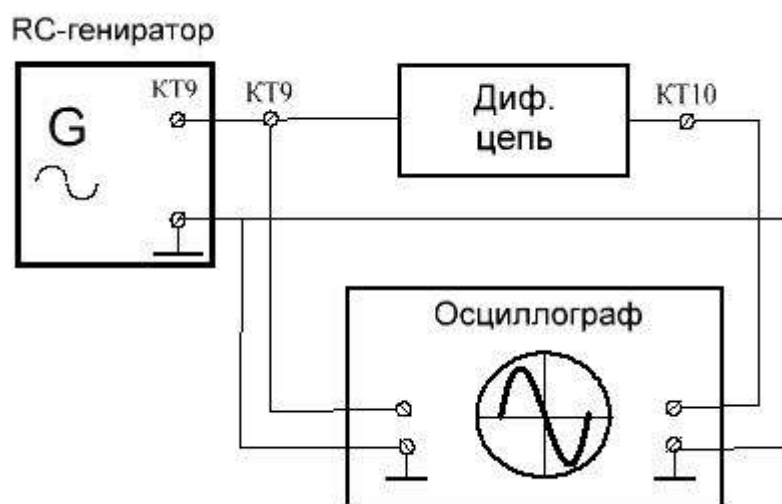

Рисунок 20 – Блок-схема для получения «фазового портрета» выходного напряжения генератора
3.7.2 Подайте напряжение с выхода генератора КТ9 и с выхода дифференциальной цепи КТ10 на 2 входа осциллографа (рисунок 20).